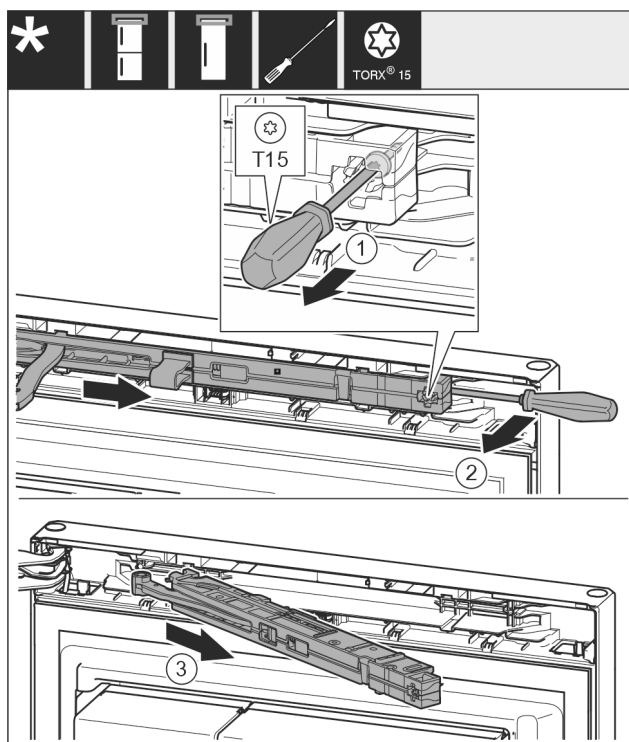

Fig. 8
- Desserrer la vis de l'unité d'amortisseur de fermeture d'env. 14 mm avec un tournevis T15. Fig. 8 (1)
- Avec un tournevis, accéder à la partie postérieure de l'amortisseur de fermeture du côté de la poignée et faire tourner l'amortisseur vers l'avant. Fig. 8 (2)
- Sortir l'amortisseur de fermeture. Fig. 8 (3)